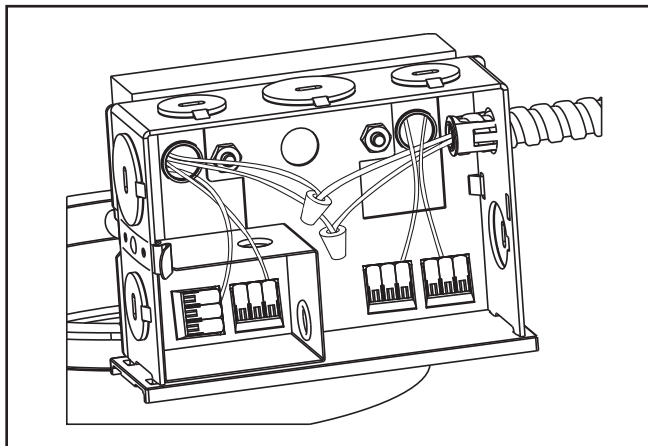

Figure 12.
1. Appuyez sur le loquet en plastique blanc pour retirer le réflecteur supérieur et nettoyer la lentille. (Figures 12 & 13).